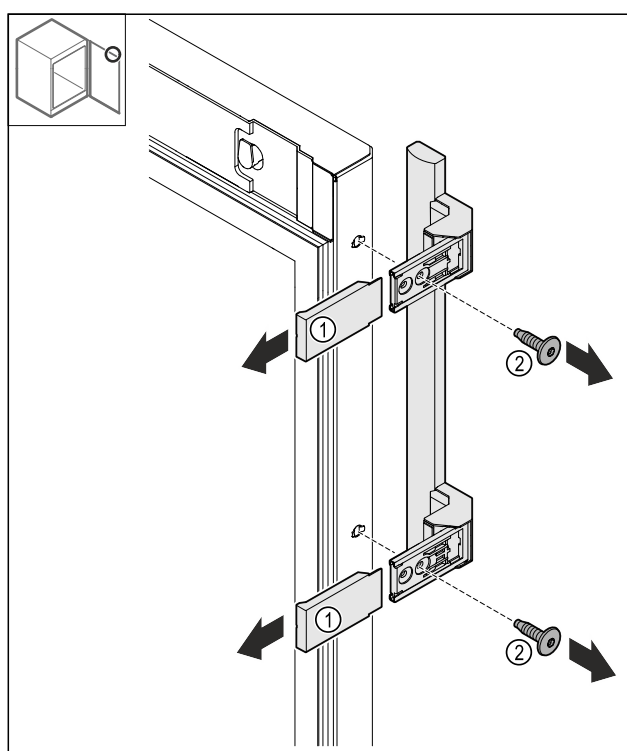

Fig. 24
► 拔下盖板 Fig. 24 (1)。
► 松开螺栓 Fig. 24 (2)。